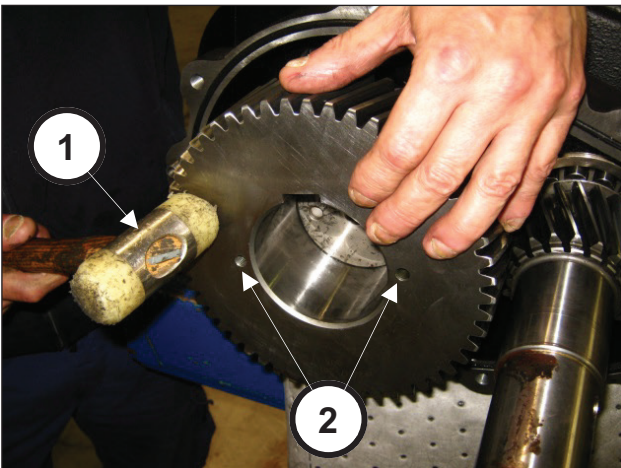

Abb. 67
Setzen Sie den Zahnkranz auf der Welle (Pos. ①, Abb. 66) mithilfe eines Schlagwerks bis auf Anschlag ein (Pos. ①, Abb. 67).
**Stellen Sie beim Einbau des Zahnkranzes sicher, dass die beiden Bohrungen M8 (zum Abziehen verwendet) zur Außenseite der Pumpe gerichtet sind (Pos. ②, Abb. 67).**